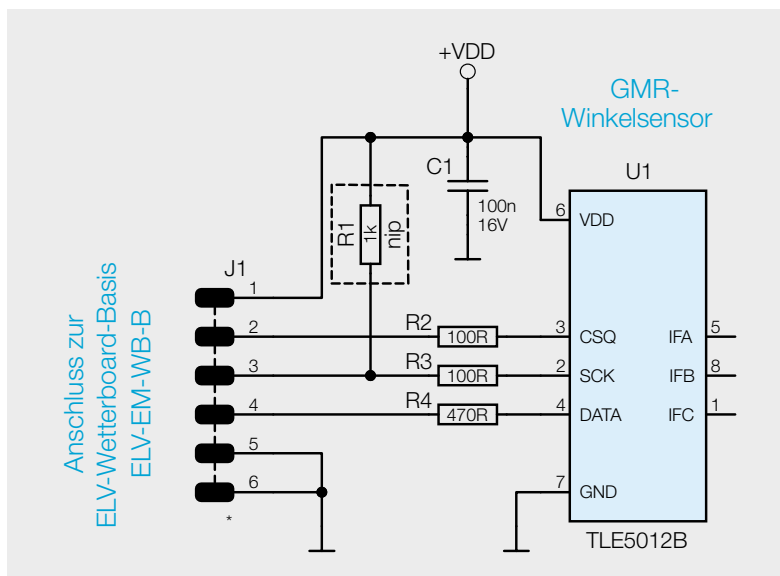

Bild 14: Schaltbild der Winkelsensorplatine (ELV-EM-WB-AS)
- die Winkelsensorplatine (ELV-EM-WB-AS, Bild 14)
Bild 14 zeigt den Schaltplan der Winkelsensorplatine. Auf der Platine befinden sich die Stiftleiste J1, mit der die Verbindung zur Basisplatine realisiert ist, der GMR Winkelsensor TLE5012B (U1) sowie ein Stützkondensator C1 und die drei Widerstände R2 bis R4. Der Widerstand R1 ist nicht bestückt.